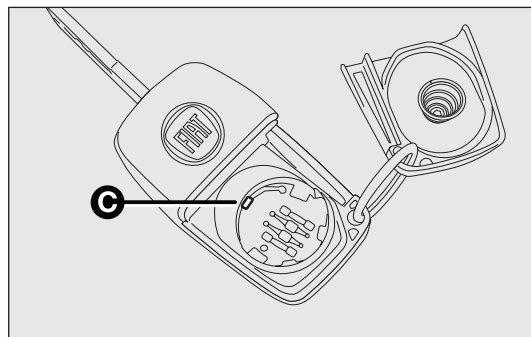

fig. 9
- la pile neuve doit être introduite sous l'ergot d'arrêt C-fig. 9 ; repositionner ensuite le volet et le pousser jusqu'à perception du déclic de blocage.